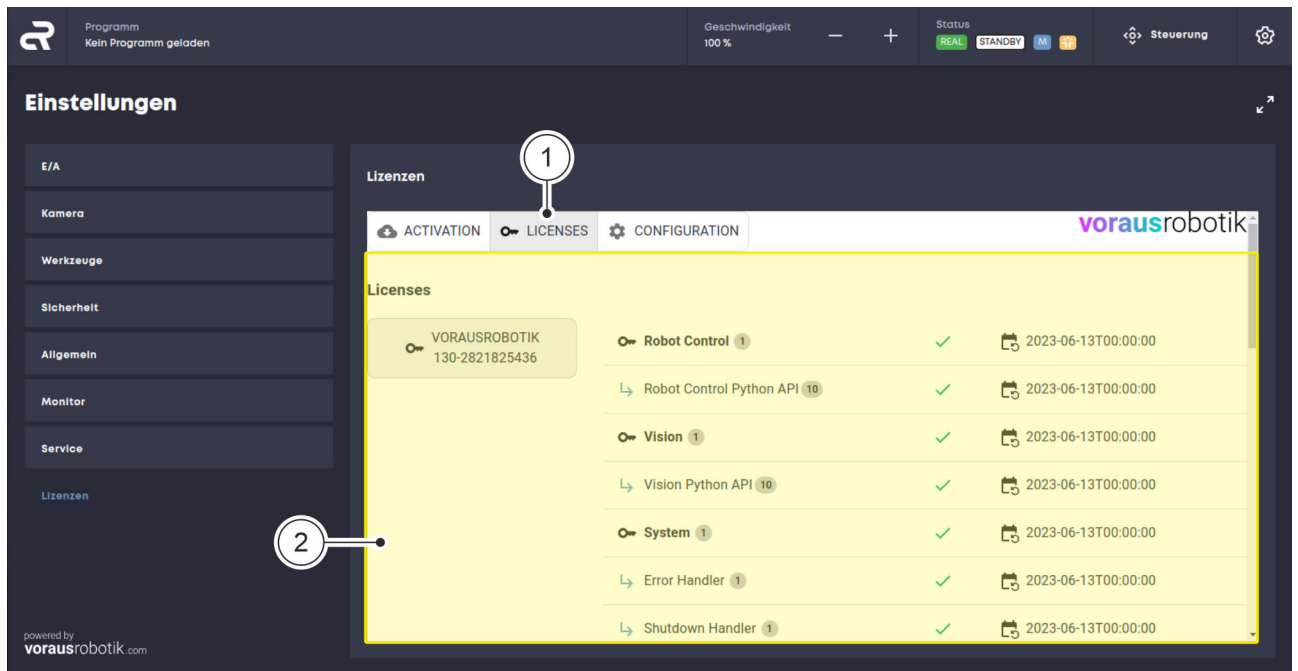

Abb. 49 Lizenzübersicht öffnen
04. Auf die Registerkarte „Lizenzen“ klicken Abb. 49 / ①, um die Übersicht aller aktiven Produkte inklusive des Auslaufdatums der Lizenz zu öffnen Abb. 49 / ②.